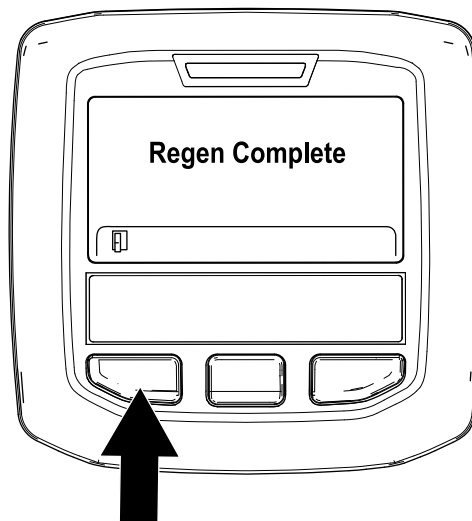

Figura 50
9. A regeneração em estacionamento está concluída quando a mensagem “Regen Complete” (Regen. completa) surge no InfoCenter. Prima o botão esquerdo para sair para o ecrã inicial (Figura 50).